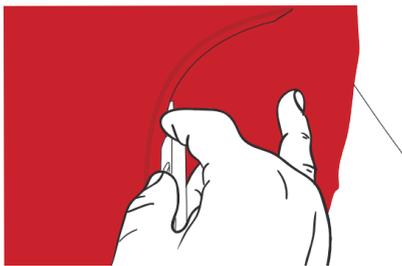

Figure 37
- › Pour réaliser la découpe, la lame du cutter doit être placée contre le bord de la pièce adjacente. Réaliser la coupe en restant toujours dans le prolongement de cette arête. (FIG. 37)